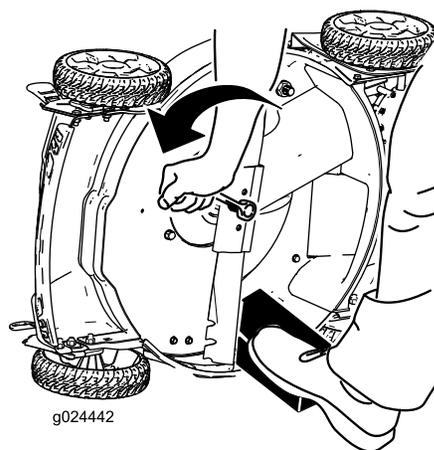

Figura 31
4. Retire la cuchilla, conservando todos los herrajes de montaje (**Figura 31**).
3. Utilice un bloque de madera para inmovilizar la cuchilla (**Figura 31**).